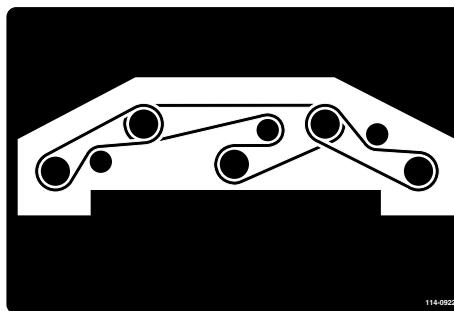

Figura 126
8. Pase la correa nueva alrededor de las poleas de los ejes y del conjunto de la polea tensora (Figura 126).